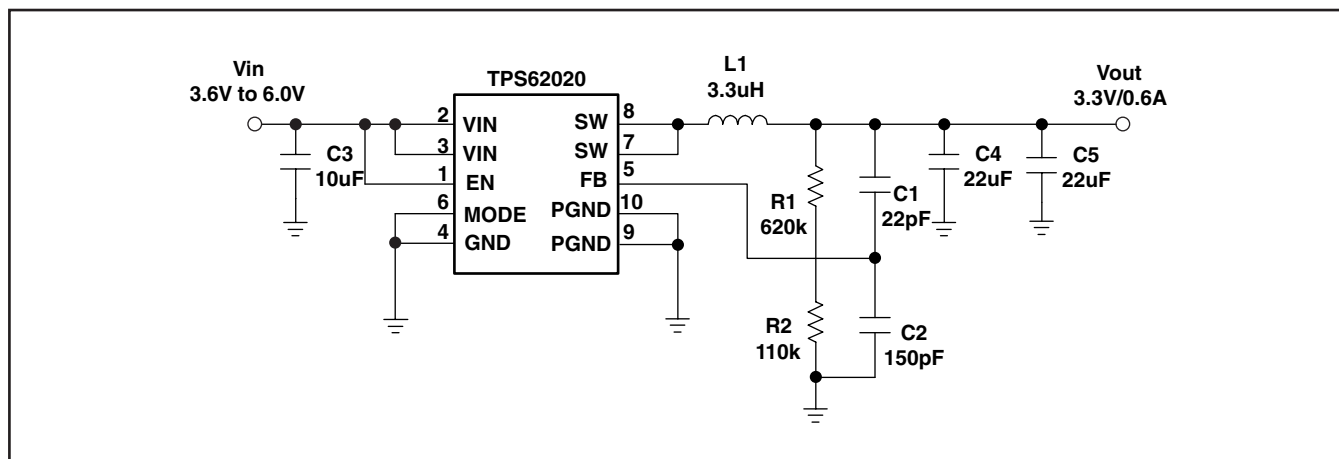

図 17. Li-Ion to 3.3V With Improved Load Transient Response
インダクタンス値を変更する場合、インダクタのインダクタンス値と出力コンデンサの積値 ($L \times C$) を一定値に保つ必要が有ります。例えばインダクタンス値を下げる場合はそれに応じて出力コンデンサの容量を増加させます。図17、図18および図19のアプリケーション回路を参照して下さい。選択するインダクタはその直流抵抗と飽和電流の定格が明確となっていることが必要です。インダクタの直流抵抗はコンバータの効率に直接影響するため、効率を最大にするには最小の直流抵抗をもつインダクタを選択しなければなりません。式 (7) で安定負荷条件での最大インダクタ電流が計算されます。インダクタの定格飽和電流は式 (7) で計算される最大インダクタ電流よりも大きくなければなりません。このことは大きな負荷過渡応答時にインダクタ電流が式 (7) で計算された値よりオーバーシュートするため必要となります。